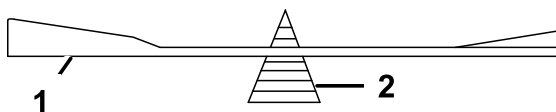

Figura 67
- Verifique o equilíbrio da lâmina colocando-a num equilibrador de lâminas (Figura 67).